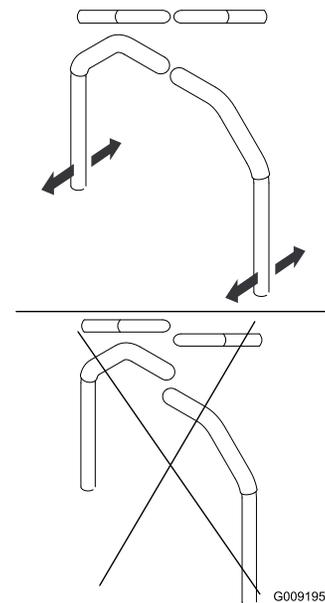

Рисунок 63
4. Отрегулируйте продольное положение рычагов, установив их вместе в НЕЙТРАЛЬНОЕ положение и сдвинув так, чтобы они совпали, затем затяните болты (Рисунок 63).